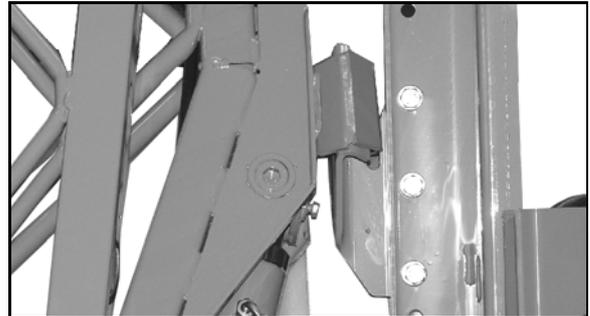

図 10
- Super S ブームが不意に展開するのを防ぐための移動用ロック機構 (図 10)